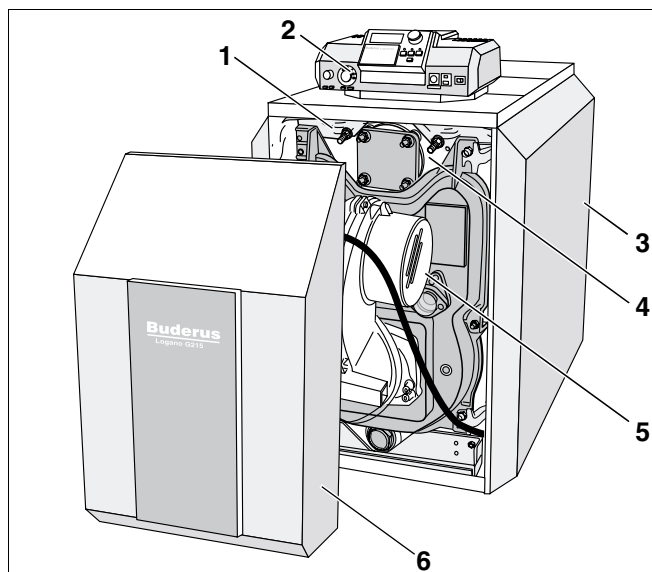
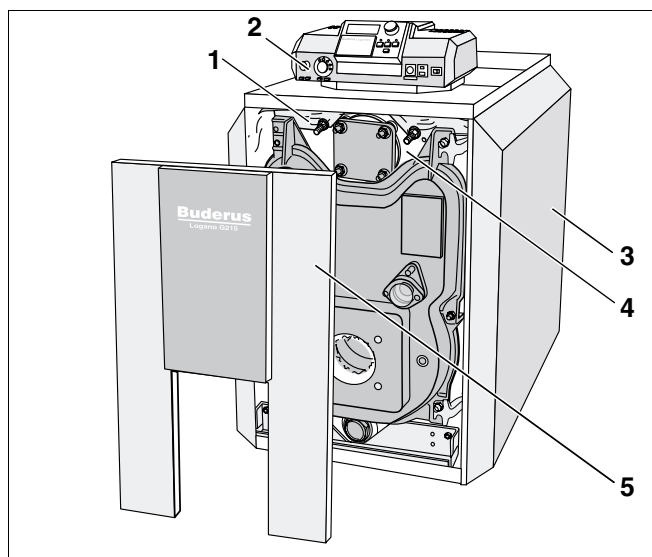

Fig. 1 Caldera especial a gasóleo / gas Logano G215 con quemador Logatop
Fig. 2 Caldera especial a gasóleo / gas Logano G215
La caldera especial a gasóleo / gas Logano G215 (fig. 1) viene equipada de fábrica con un quemador Logatop (fig. 1, **pos. 5**).
La caldera especial a gasóleo / gas Logano G215 (fig. 2) se equipa con un quemador adecuado para la caldera.
Los componentes principales de la caldera especial a gasóleo / gas Logano G215 con quemador Logatop (fig. 1) y de la caldera especial a gasóleo / gas Logano G215 (fig. 2) son:
- Bloque de la caldera (fig. 1 y fig. 2, **pos. 4**) y quemador (fig. 1, **pos. 5**).
- Envolvente de la caldera (fig. 1 y fig. 2, **pos. 3**), aislamiento térmico (fig. 1 y fig. 2, **pos. 1**) y cubierta del quemador (fig. 1, **pos. 6**) o revestimiento de la puerta del quemador (fig. 2, **pos. 5**).
- Aparato regulador (fig. 1 y fig. 2, **pos. 2**).